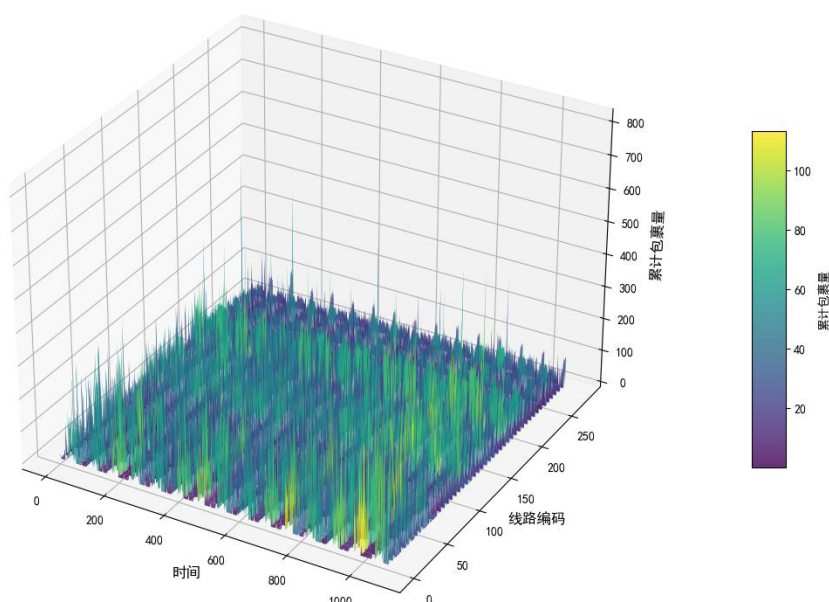

图 1
①我们将附件 2 中不同时间段的包裹量相加，得到了每日每十分钟每线路的累计包裹量，利用 python 画图工具得到了三维曲面图（图 1）。